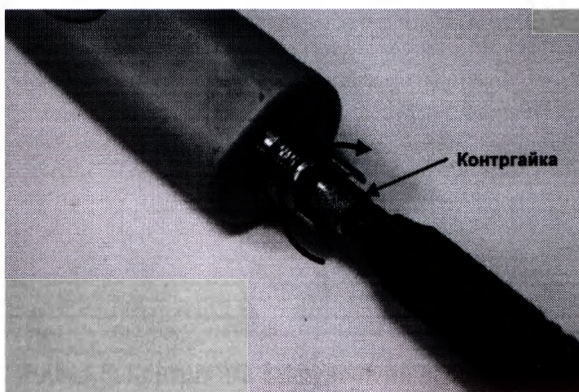

Рис. 4.6: Волокно подключено и разъем закручен по часовой стрелке
- Присоедините дистальный коннектор системы доставки волоконно-оптического лазерного луча к порту корпуса манипулы и закрутите гайку коннектора SMA905 по часовой стрелке до конца (см. рис. 4.6).